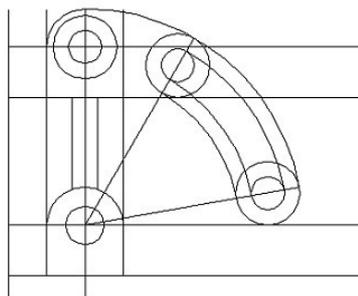

Figura 6 - Complementação do furo.
29. Usando ainda o comando *ARC*, da mesma maneira que no passo anterior, complemente o furo que está sendo construído (figura 6).